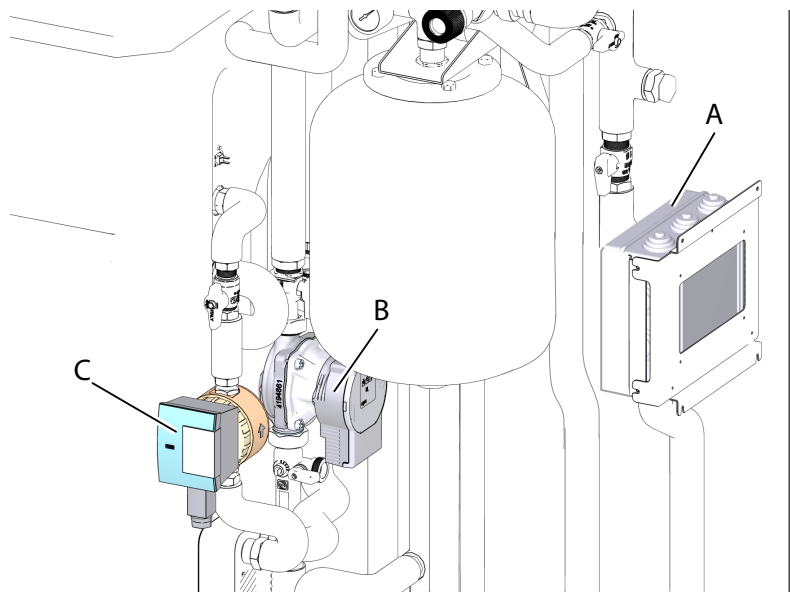

fig. 89 -
- Collegare il cavo "CPS" al circolatore pannello solare (part. B "fig. 89 -"), il cavo "CBS" al circolatore bollitore ACS (part. C "fig. 89 -") e quindi ai morsetti della scatola elettrica come indicato nello schema elettrico (fig. "fig. 88 -" a pagina 43).